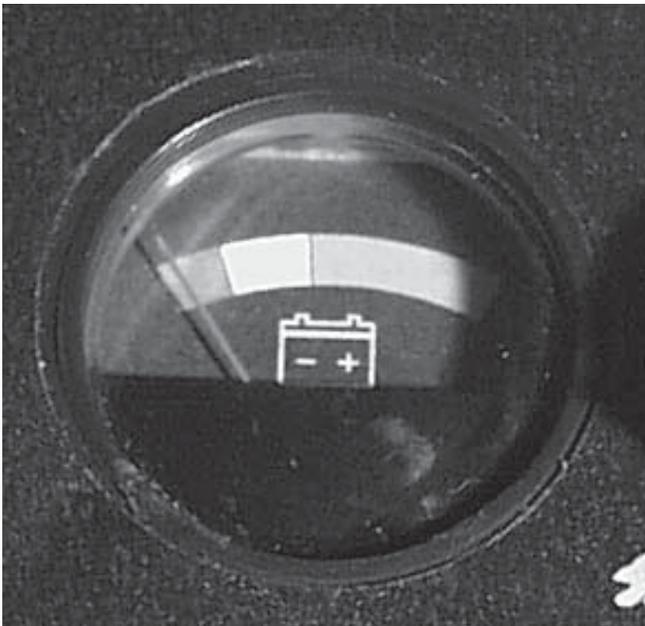
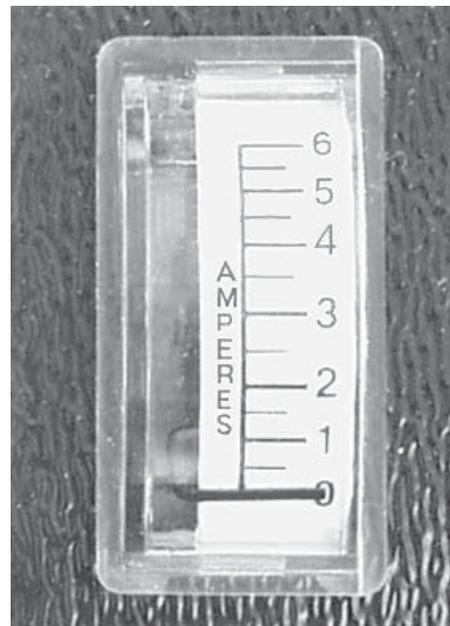

FIGURE 11. JAUGE À BATTERIES
FIGURE 12. AMPÈREMÈTRE INDIQUANT DES BATTERIES RECHARGÉES
6. Il est recommandé de recharger vos batteries pendant 8 à 14 h. Vous pouvez vérifier la charge des batteries en utilisant la jauge situé sur la console. Elle indique la charge approximative des batteries. Pour ce faire, vous devez d'abord mettre la clé sur le contact (voir la figure 11). Lorsque la charge est complète la jauge indique 24 volts. Vous pouvez également consulter l'ampèremètre qui indiquera 0 lorsque la charge sera complète (voir la figure 12).